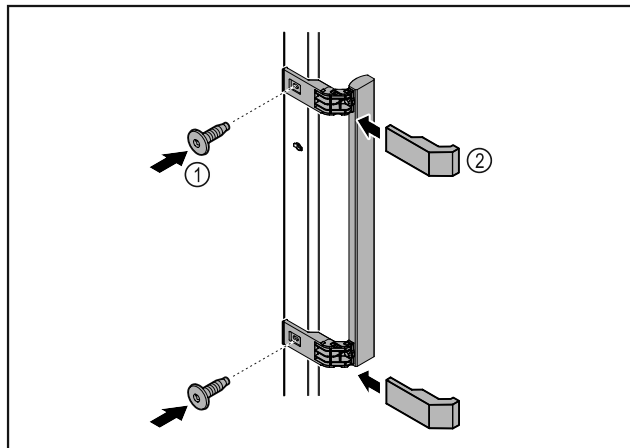

Fig. 51
- Fixer la poignée à la porte à l'aide des vis Fig. 51 (1) fournies.
- Poser les caches Fig. 51 (2).